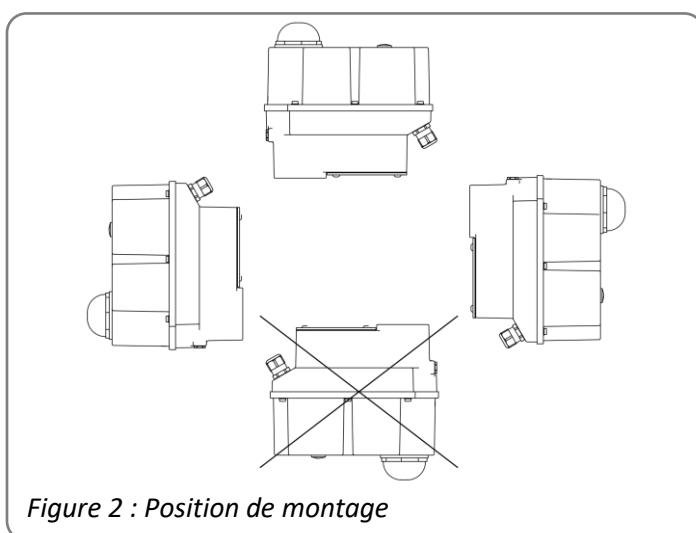

Figure 2 : Position de montage
- La position de montage est indifférente, à l'exception de la position « capot vers le bas » (figure 2).